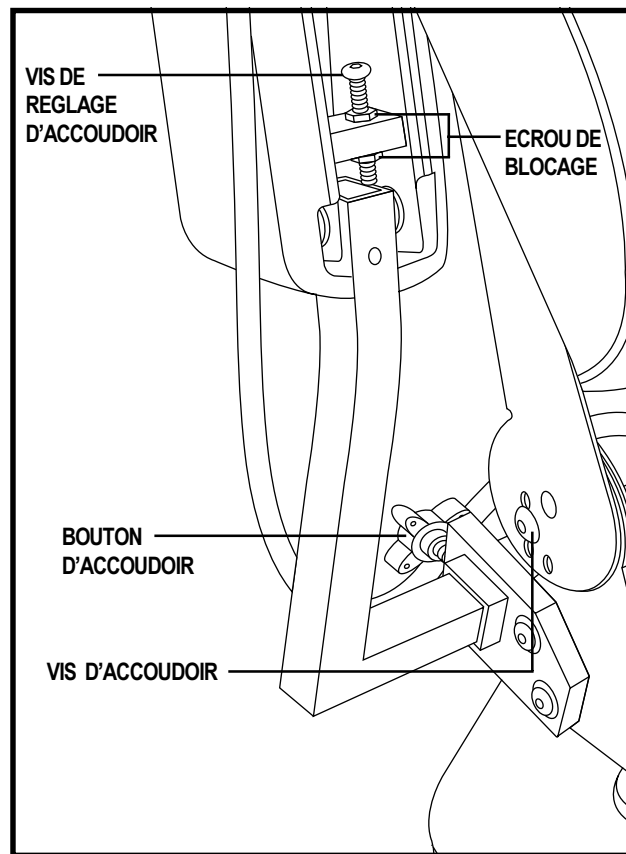

Figure 21. Réglages des accoudoirs et dossier
1. Utilisez une clé hexagonale et une clé à molette pour retirer les vis dans les charnières du dossier. Voir la figure 21.
1. Identifiez les deux boutons de réglages sur le support des accoudoirs. Voir la figure 21.
2. Desserrez les boutons (2).
2. Desserrez l'écrou de verrouillage. Voir la figure 21.
4. Tournez dans le sens des aiguilles d'une montre pour relever le devant de l'accoudoir et dans le sens contraire pour l'abaisser. Voir la figure 21.